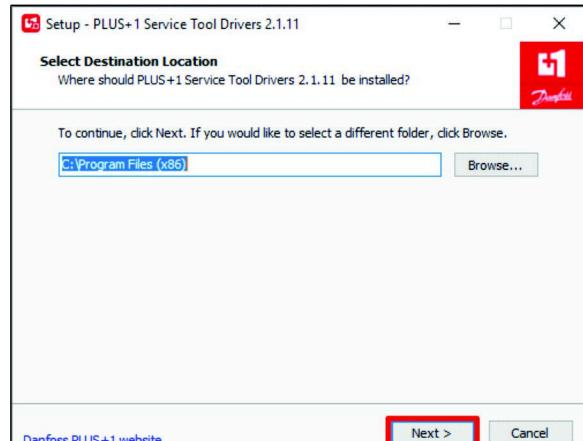

**Bild 28**
9. Klicken Sie im Dialogfeld „Abschluss des Service-Tool-Setup-Assistenten“ auf die Taste FERTIG (Bild 28).